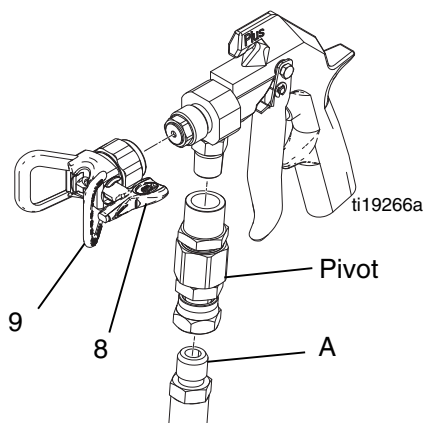

FIG. 2
1. Raccordez un flexible de produit (A) à l'entrée du pistolet. Utilisez un raccord tournant 207946 ou 24P834 si vous le souhaitez (à commander séparément). Consultez la Fig. 2.
2. Une fois la buse SwitchTip (8) et le garde-buse (9) retirés, démarrez la pompe. Rincez la pompe conformément aux instructions livrées avec l'équipement. Utilisez la pression la plus basse possible.
5. Montez la buse SwitchTip (8) et le garde-buse (9). Consultez la FIG. 2.